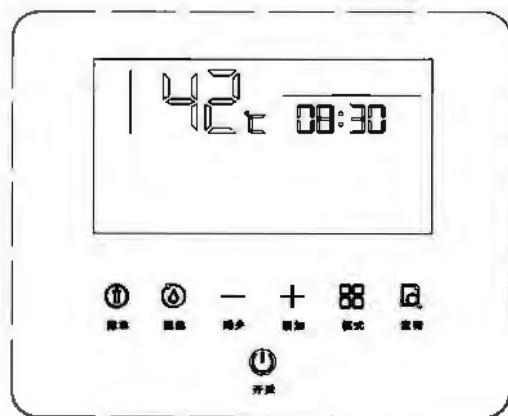
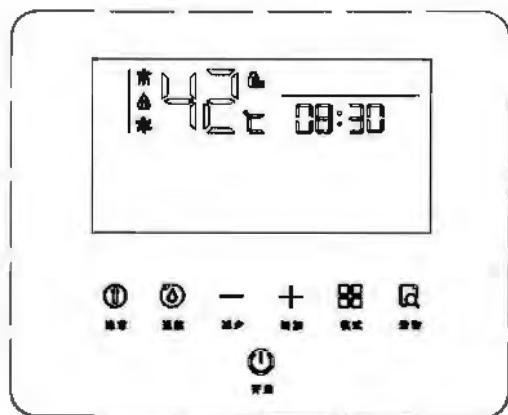

图15
图16
(1) 按下显示器面板的电源键，如图15，显示屏点亮，并显示上次最后使用的设置温度(例如42℃)及实时时间(例如08:30)。
(2) 按“+”键热水器进入温度调节状态，可自由设置温度。温度设置范围在35℃~65℃；35℃~48℃每按一次按键变化1℃，48℃~65℃每按一次按键变化为48℃、50℃、55℃、60℃、65℃，每按一次蜂鸣器响一声。
(3) 打开热水龙头，如图16，热水器便会启动点火，热水随之流出。开水启动后温度设置范围为35℃~50℃，超过50℃只能按下调键“-”(即儿童锁功能，防止烫伤)若想设置水温高于50℃，先关闭热水龙头后再按升温键。